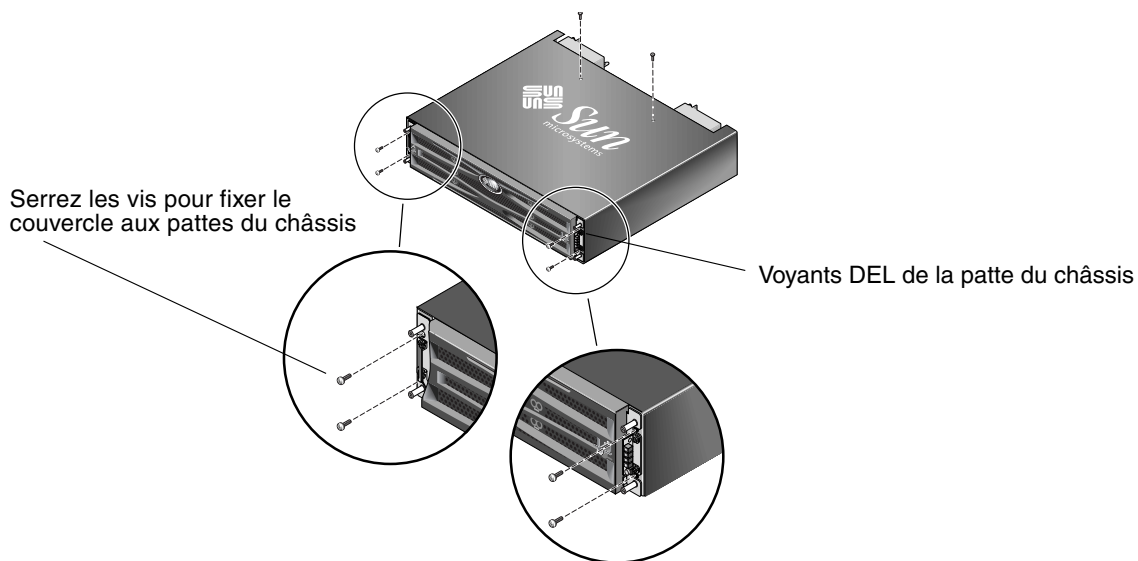

FIGURE 2-5 Fixation des pattes du châssis au couvercle de table
6. Fixez sans serrer la partie avant du couvercle de table sur les pattes avant de la baie à l'aide de deux vis à tête fraisée 10-32 x po. de chaque côté. Voir la FIGURE 2-5.